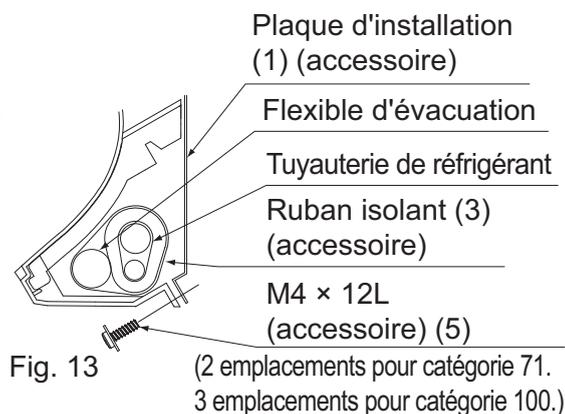

Fig. 13
- Fixez l'unité intérieure sur la plaque d'installation (1) à l'aide des vis de fixation (5). (Reportez-vous à la Fig. 13)